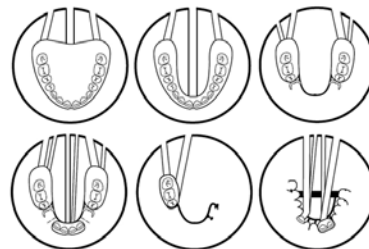

Figura 1 Técnicas de pensado
- a. Cree o coloque agujeros de colada en el modelo de hidrocoloide o silicona como se muestra en la Figura 1.